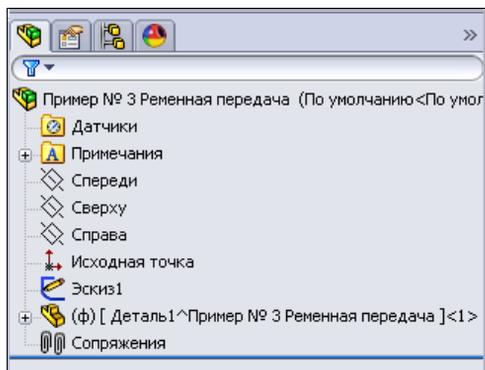

Рис. 6.65
2. На основе компоновочного эскиза сборки спроектируем деталь **Шкив1**. Для этого выберем команду меню: **Вставка | Компонент | Новая деталь...** (см. рис. 6.11). Также можно воспользоваться командой — **Создать** на панели инструментов **Сборка**. В Дереве Конструирования появится строка **[Деталь1^Пример № 3 Ременная передача]<1>** (рис. 6.65). Квадратные скобки в имени детали указывают на то, что деталь является виртуальным компонентом, т. е. ее на самом деле еще не существует.